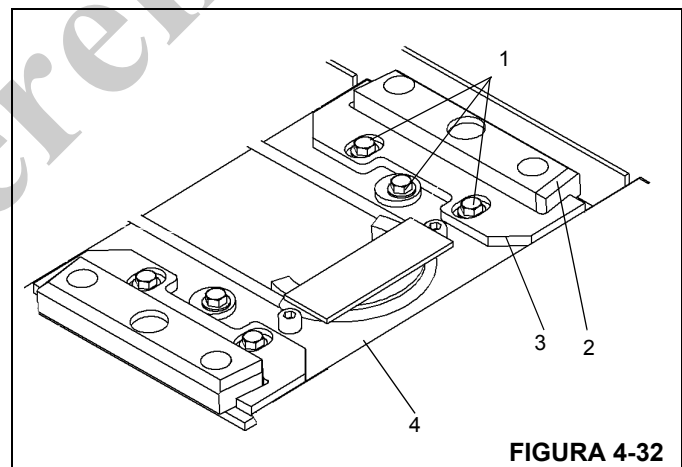

FIGURA 4-32
- A través del agujero de acceso superior de la sección central interior, coloque las dos almohadillas de desgaste ajustables (2) en la parte superior trasera de la sección central exterior (4). Instale cada sujetador de almohadilla de desgaste (3) y sin apretar instale cada uno con dos pernos y arandelas. Instale las arandelas descentradas, los pernos y las arandelas (1) (Figura 4-32). Utilice las arandelas descentradas para ajustar las almohadillas de desgaste de modo que se encuentren a 1 mm (0.03 pulg) o menos de cada una de las placas laterales de la sección exterior siguiente. Apriete la arandela descentrada y los pernos.